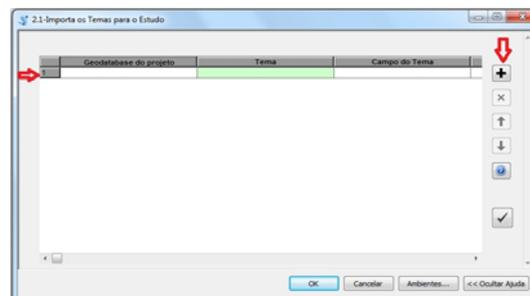

Figura 17 - Tela principal de Rodadas em Lote
Ao abrir a janela “Em Lote” do módulo selecionado, abrirá a janela principal desta operação conforme mostra a figura 17. No exemplo, foi selecionado o processo 2.1 do Módulo II.
Para iniciar a adição das informações dentro da função rodada em lote, o usuário deve dar duplo clique no número da linha que aparece no canto esquerdo para que abra a janela principal do módulo selecionado. Neste exemplo, para continuar adicionando os temas, o usuário deve clicar no símbolo “+”, conforme mostra a figura 17 e repetir o procedimento de adição de temas descrito no item 3.2.2.